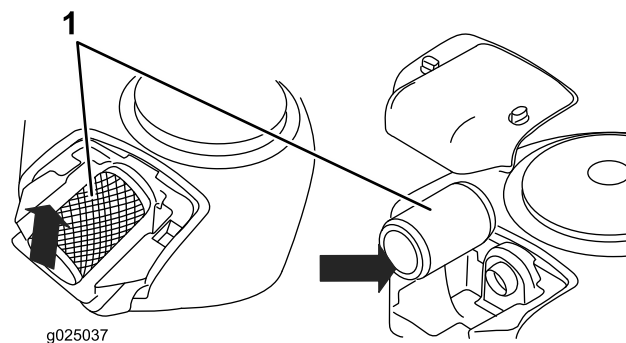

Figura 23
1. Manopola (2)
3. Sollevate l'estremità del filtro per rimuoverlo Figura 23.